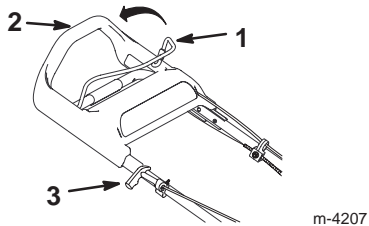

Figure 10
3. Serrez la barre de commande de la lame contre la partie supérieure du mancheron (Fig. 10).